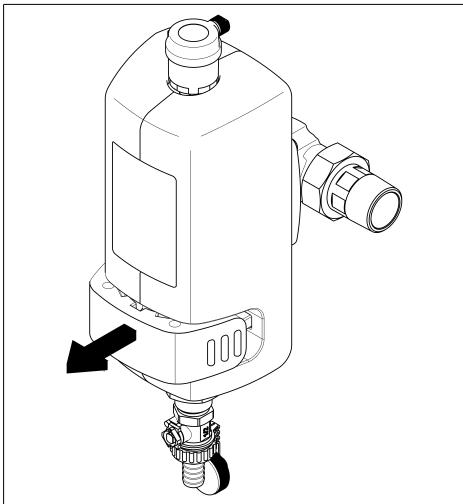

Abb. 7: Magnethalter herausziehen
- Magnethalter bis zum Anschlag aus dem Gehäuse ziehen, damit die magnetischen Schlämme auf den Kartuschenboden sinken (siehe Abb. 7).